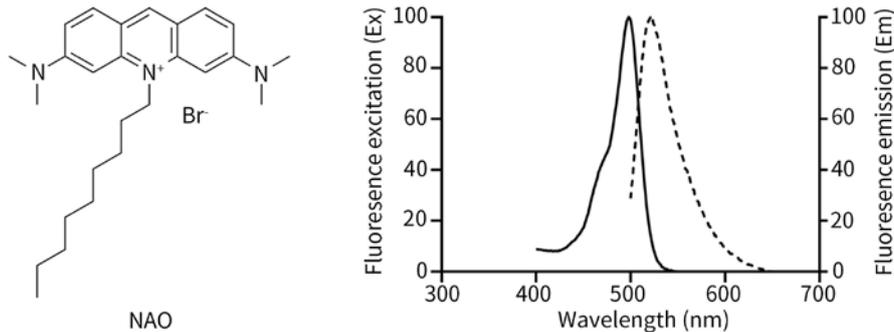

图1. NAO的化学结构式和在水乙醇中的激发、发射光谱图。
- NAO (10-Nnonyl acridine orange), 中文名称10-N-壬基吖啶橙, CAS号为75168-11-5, 分子式为 $C_{26}H_{38}BrN_3$, 分子量为472.5, 在无水乙醇中的最大激发波长为498nm, 最大发射波长为521nm。NAO的化学结构式和在水乙醇中的激发、发射光谱参考图1。